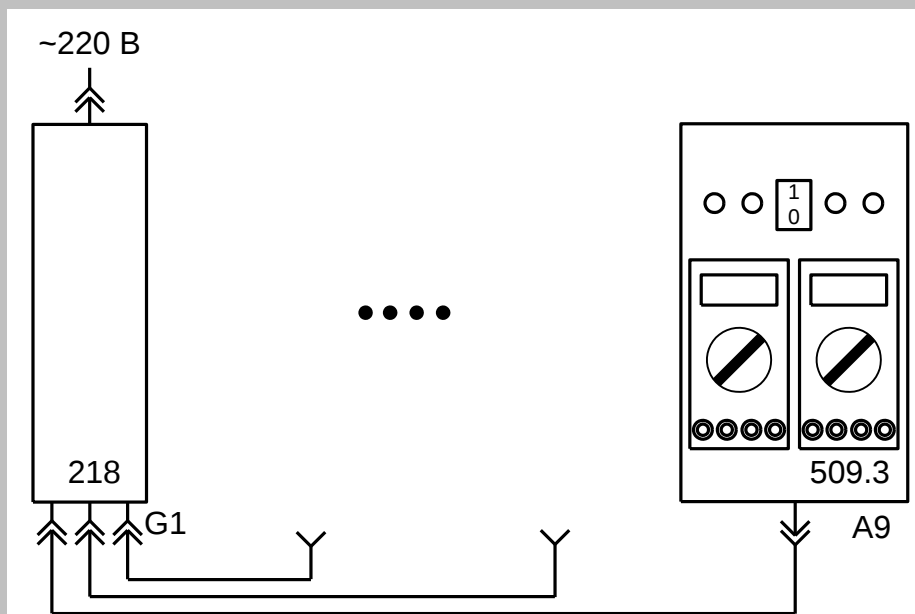

Рис. 1.1.1. Схема электропитания блоков комплекта.
При выполнении испытаний все блоки комплекта, имеющие сетевое питание, для повышения электробезопасности подключается к сети через однофазный источник питания G1 (218.2), включающий устройство защитного отключения, в соответствии со схемой, приведенной на рис. 1.1.1.
- Соедините аппаратуру в соответствии со схемой электропитания (рис. 1.1.1).